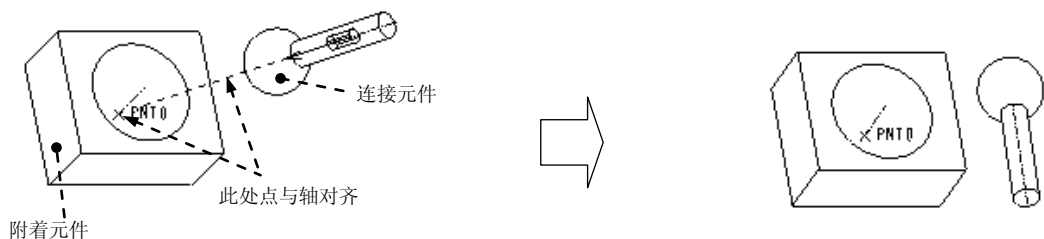

图 12.2.7 轴承 (Bearing) 接头
轴承接头是球接头和滑动杆接头的组合,如图 12.2.7 所示,在这种类型的接头中,连接元件既可以在约束点上沿任何方向相对于附着元件旋转,也可以沿对齐的轴线移动。
Step3. 创建轴承接头。在约束集选项列表中选择 **轴承** 选项, 单击操控板菜单中的 **放置** 按钮, 分别选取图 12.2.7 中的点和轴线(元件 MECH_BALL1.PRT 上的点 PNT0 和元件 MECH_BALL2.PRT 上的中心轴线)。